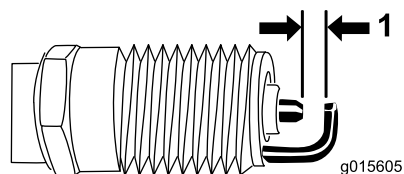

Figure 27
- Réglez l'écartement des électrodes à 0,76 mm (Figure 27).